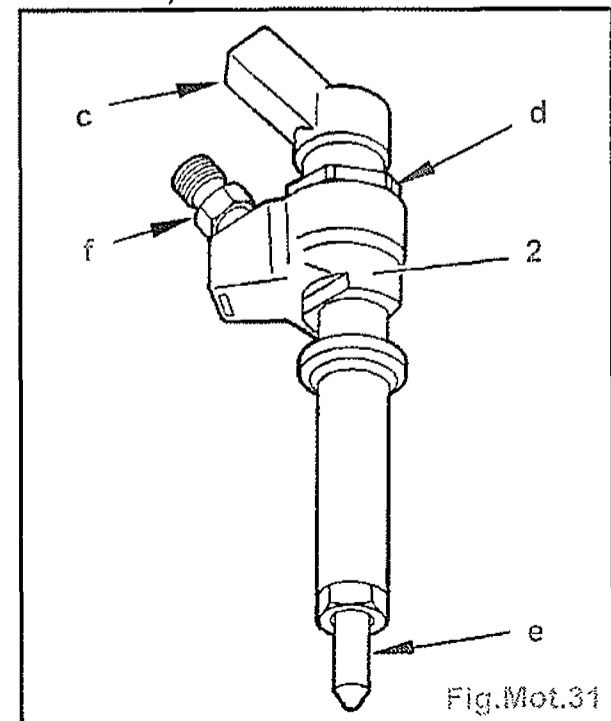

Fig.Mot.31
- Ne pas dissocier le porte-injecteur (2), des éléments suivants (Fig.Mot.31) :